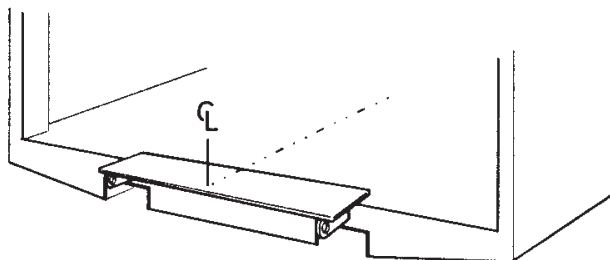

Bild 11. Skruva eller punktsvetsa monteringsjiggen vid bakbalken
2. Skruva eller punktsvetsa monteringsjiggen vid bakbalken, så att resp. mittpunkt sammanfaller, Se Bild 11.